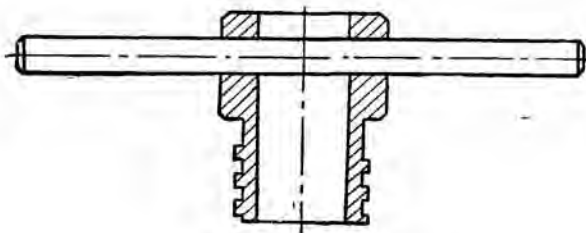

Рис. 35. Пробка подъемная
**Подъемная пробка** (рис. 35) необходима при извлечении фильтра из скважины. Ниппель имеет ленточную резьбу, соответствующую резьбе муфты шнека. В отверстие ниппеля входит вороток.